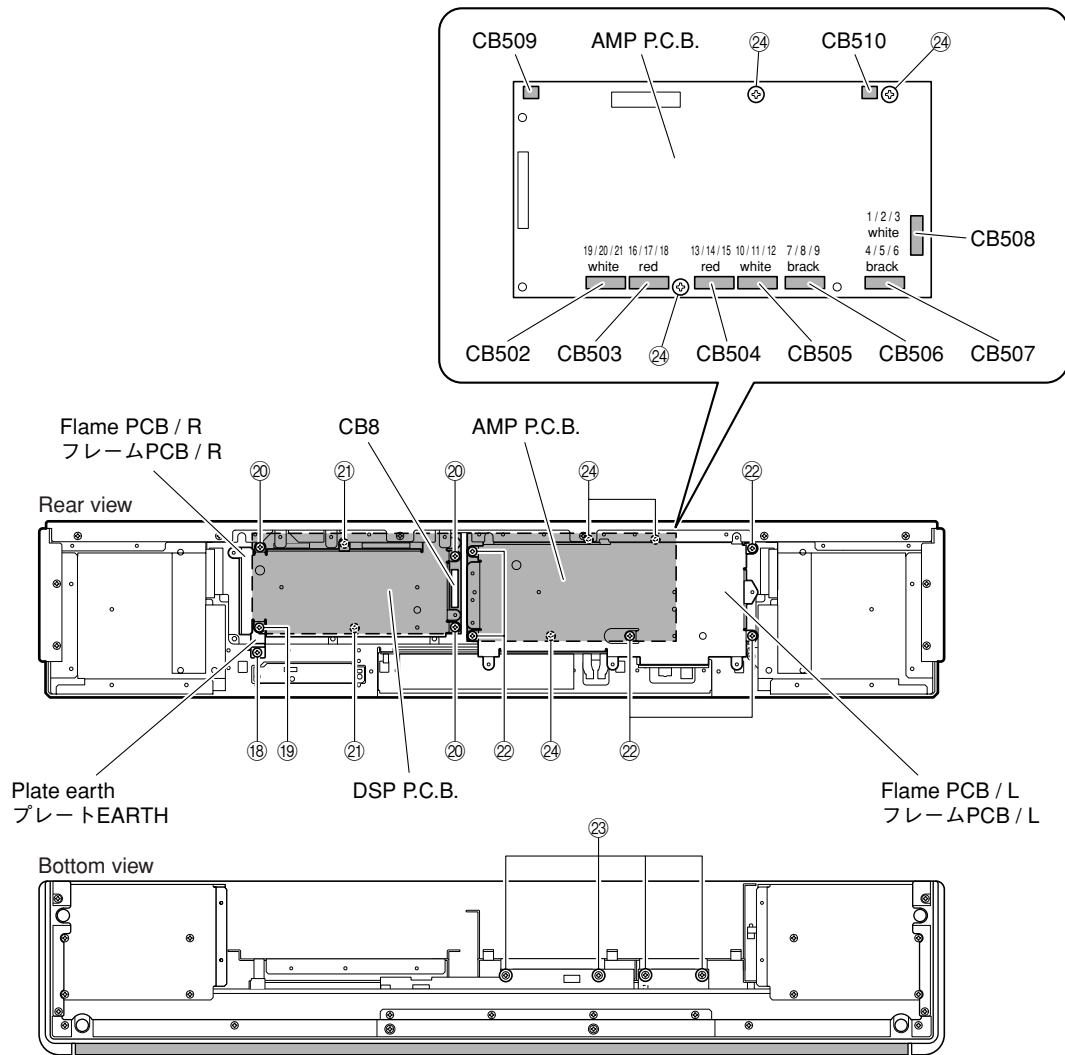

Fig. 7
- a. Remove screw (18), screw (19) and then remove plate earth. (Fig. 7)
- b. Remove 3 screws (20) and then remove flame PCB/R. (Fig. 7)
- c. Remove 2 screws (21). (Fig. 7)
- d. Remove CB8. (Fig. 7)
- e. Remove DSP P.C.B.. (Fig.7)
- a. ⑱のネジ1本、⑲のネジ1本を外し、プレートEARTHを取り外します。(Fig. 7)
- b. ⑳のネジ3本を外し、フレームPCB/Rを取り外します。(Fig. 7)
- c. ㉑のネジ2本を外します。(Fig. 7)
- d. CB8を外します。(Fig. 7)
- e. DSP P.C.B.を取り外します。(Fig. 7)
- a. Remove 5 screws (22), 4 screws (23) and then remove flame PCB/L. (Fig. 7)
- b. Remove 3 screws (24). (Fig. 7)
- c. Remove CB502-510. (Fig. 7)
- d. Remove AMP P.C.B.. (Fig. 7)
- a. ㉒のネジ5本、㉓のネジ4本を外し、フレームPCB/Lを取り外します。(Fig. 7)
- b. ㉔のネジ3本を外します。(Fig. 7)
- c. CB502-510を外します。(Fig. 7)
- d. AMP P.C.B.を取り外します。(Fig. 7)